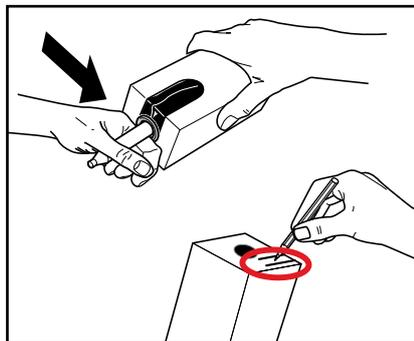

Abb. 19
4. Entfernen Sie die Plastikummhüllung und schreiben Sie das Verbrauchsdatum auf die Produkt-Packung. (Abb. 19)
5. Befolgen Sie die Anweisungen auf der Produkt-Packung, um den Dosierer zu öffnen. (Abb. 19)